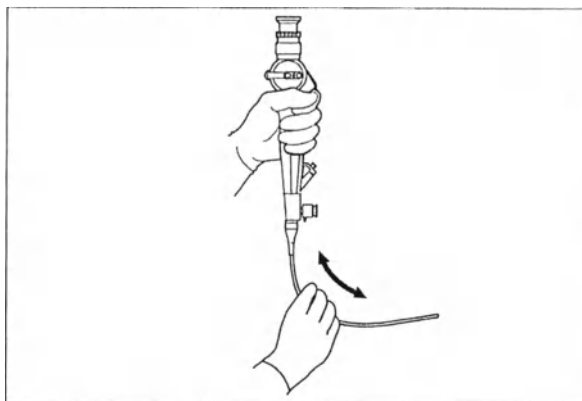

Рис. 3.2
4. Произведите тщательное обследование кончиками пальцев поверхности вводимой трубки по всей длине для выявления выступающих участков и других дефектов (см. рис. 3.2).